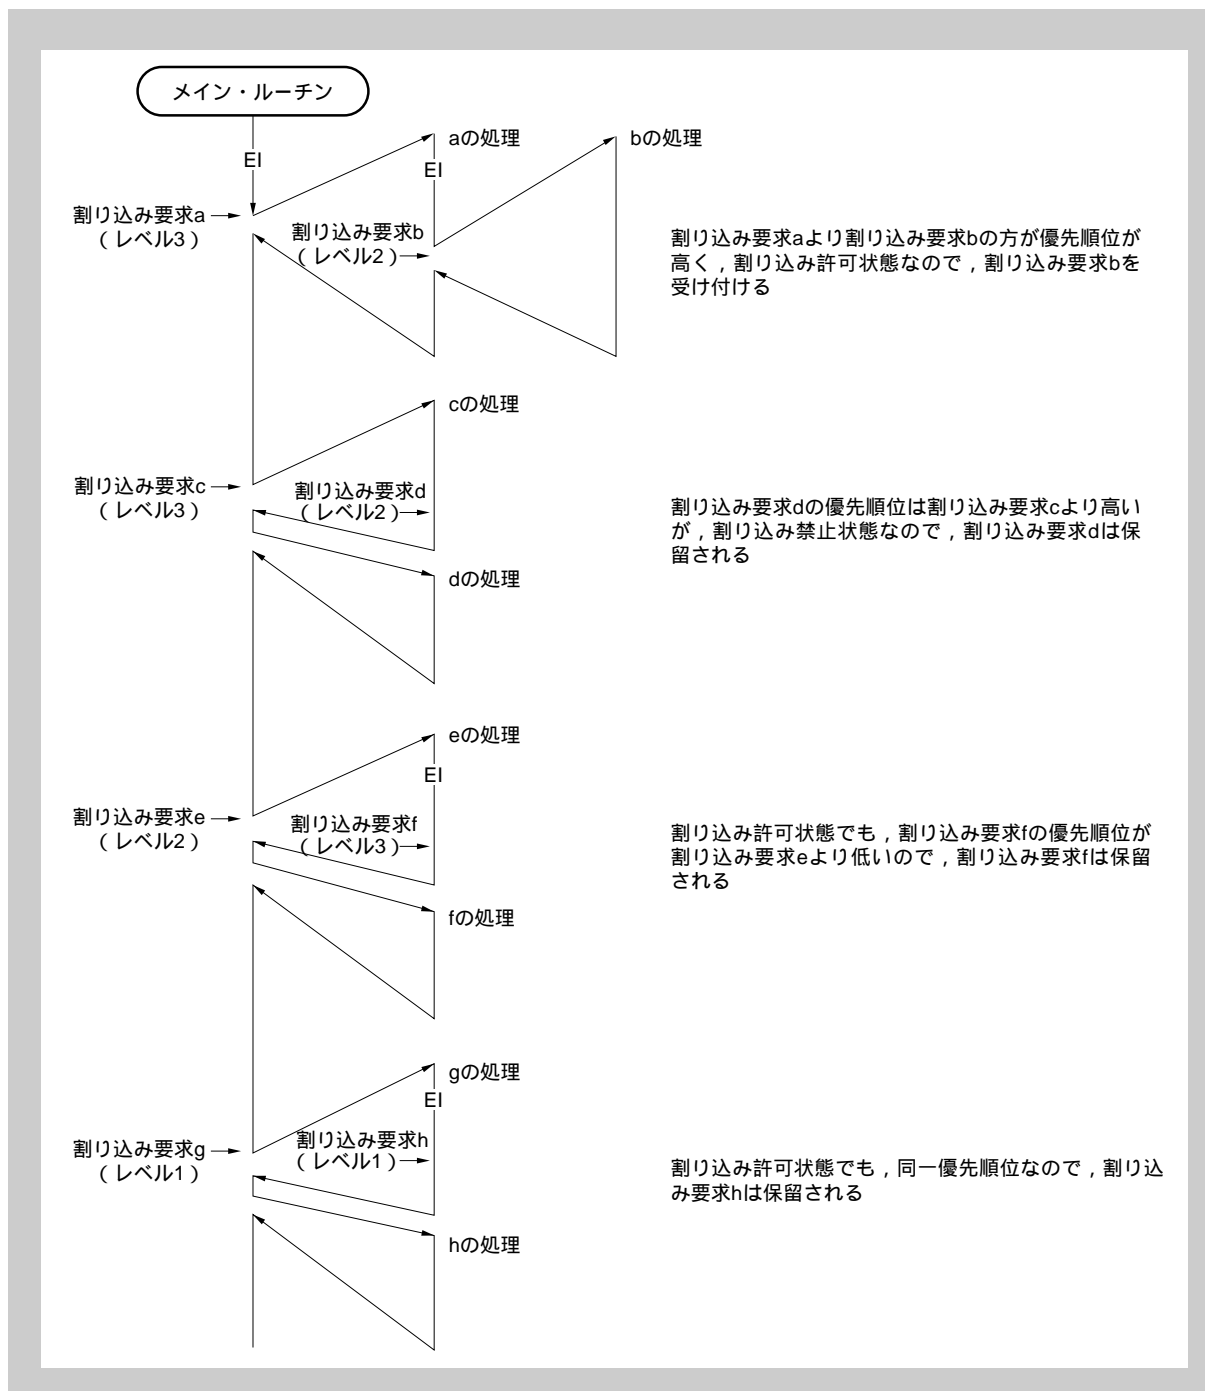

図 4-4 割り込み処理中にほかの割り込み要求信号が発生した場合の処理例 (1)
**例** 優先度 5 の EIINT 割り込みがすでに要求されており、PSW.ID ビットが 1 のため割り込み発生が保留されているときに、後から優先度 3 の EIINT 割り込みが要求された。その後、PSW.ID ビットがクリア (0) された場合、優先度 3 の EIINT 割り込みが発生する。
割り込み処理中に、さらに別の割り込みを受け付ける多重割り込みの処理例を図 4-4 「割り込み処理中にほかの割り込み要求信号が発生した場合の処理例 (1)」に示します。